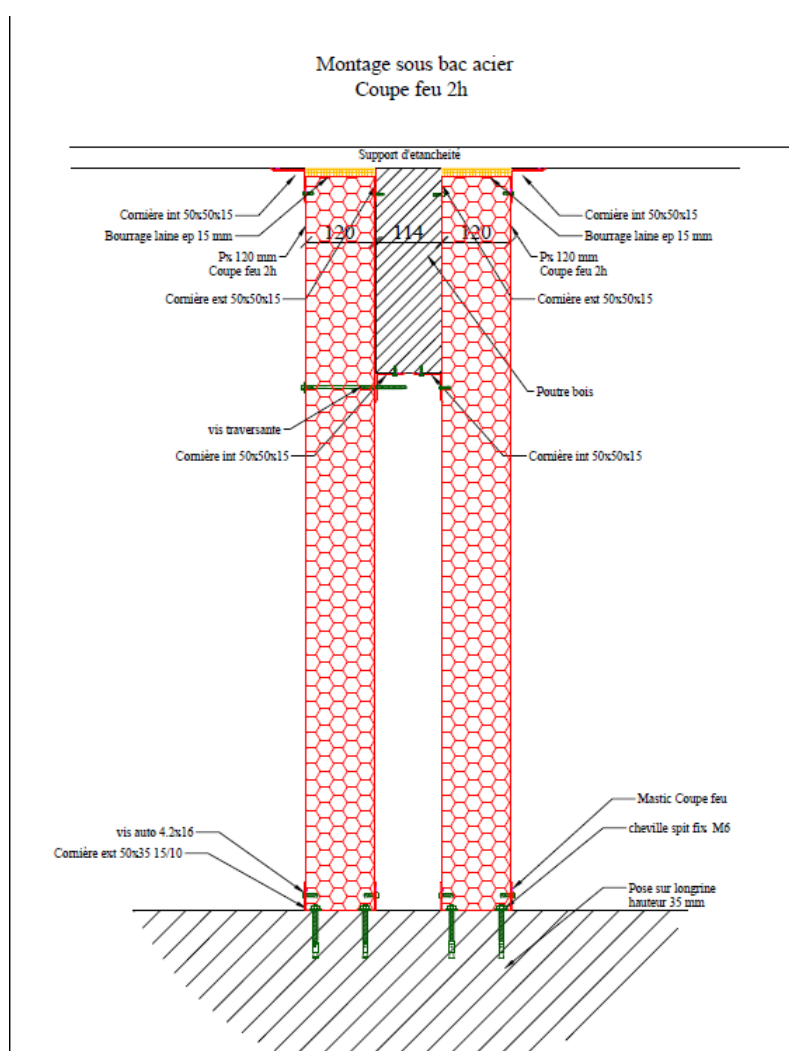

Figure 8 : Protection poutre bois avec une cloison en applique
- de l'installation d'une autre cloison de performance EI120 devant la poutre bois afin que cette dernière ne soit pas exposée au feu, voir Figure 8.